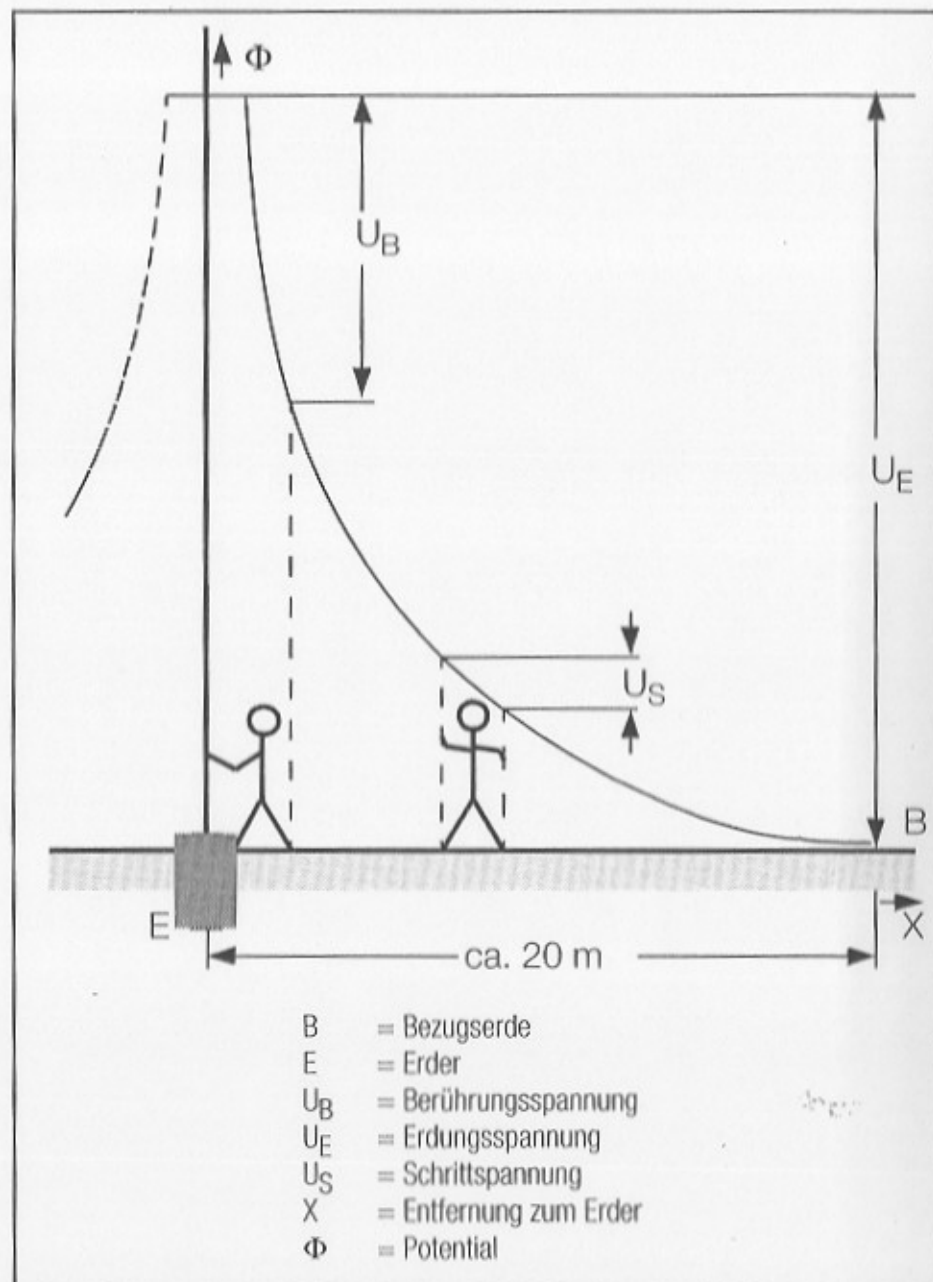

Bild 5 Erdoberflächenpotentiale und Spannungen beim stromdurchflossenen Erder
**Bezugserde** (neutrale Erde) ist der Bereich der Erde, insbesondere der Erdoberfläche außerhalb des Einflußbereiches eines Erderer bzw. einer Erdungsanlage, in welchem zwischen zwei beliebigen Punkten keine merklichen vom Erdungsstrom herrührende Spannungen auftreten (vgl. Bild 5 Seite 9).
**Erdungsspannung**  $U_E$  ist die zwischen Erdungsanlage und Bezugserde auftretende Spannung (vgl. Bild 5 Seite 9).
**Berührungsspannung**  $U_B$  ist der Teil der Erdungsspannung, der vom Menschen überbrückt werden kann (vgl. Bild 5 Seite 9), wobei der Stromweg über den menschlichen Körper von Hand zu Fuß (waagerechter Abstand vom berührbaren Teil etwa 1m) oder von Hand zu Hand verläuft.
**Schrittspannung**  $U_S$  ist der Teil der Erdungsspannung, der vom Menschen in einem Schritt von 1m Länge überbrückt werden kann, wobei der Stromweg über den menschlichen Körper von Fuß zu Fuß verläuft (vgl. Bild 5 Seite 9). Für die Größe der Schrittspannung sind keine zulässigen Grenzwerte vorgeschrieben.